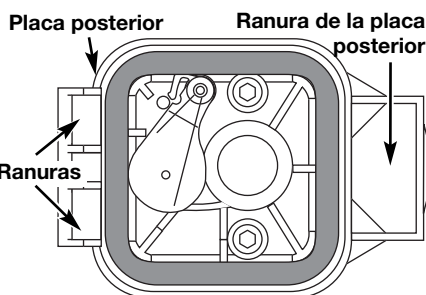

Fig. 30
6. Vuelva a colocar el filtro (Fig. 30).
de la placa posterior (Fig. 30).